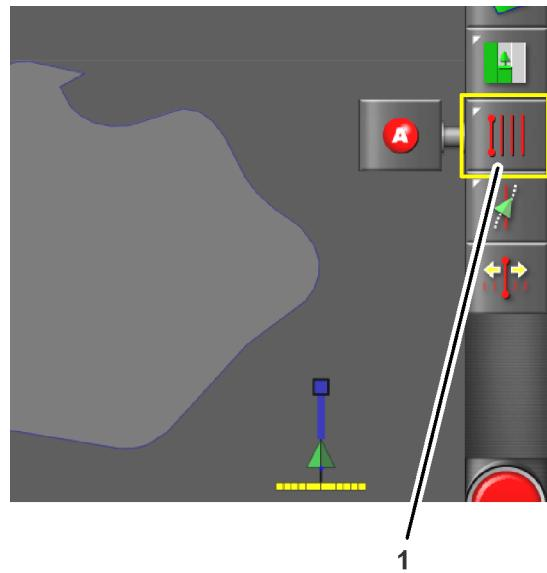

Figure 11
4. Appuyez sur l'icône du menu lignes guides (Figure 11).